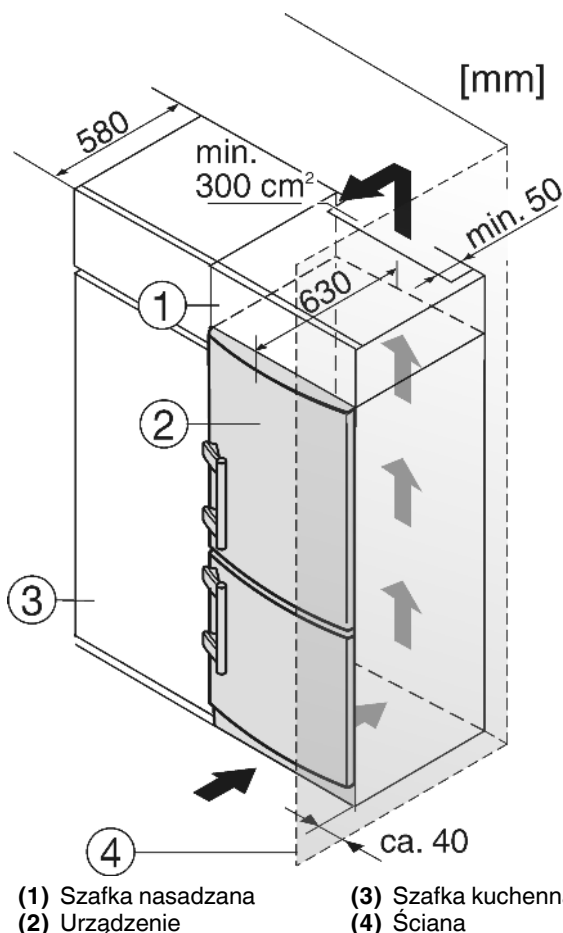

Fig. 13
- (1) Szafka nasadzana
- (2) Urządzenie
- (3) Szafka kuchenna
- (4) Ściana
Urządzenie może zostać obudowane szafkami kuchennymi. Aby dopasować urządzenie *Fig. 13 (2)* do wysokości ciągu szafek kuchennych, można nad urządzeniem umieścić odpowiednią szafkę nasadzaną *Fig. 13 (1)*.
W przypadku obudowania standardowymi szafkami kuchennymi (głębokość maks. 580 mm) urządzenie można ustawić bezpośrednio obok szafki kuchennej *Fig. 13 (3)*. Drzwi urządzenia wystają z boku o 34 mm i na środku urządzenia o 50 mm w stosunku do frontu szafek kuchennych. Dzięki temu można je bez problemu otwierać i zamykać.
Jeżeli urządzenie będzie ustawiane z zawiasami do ściany *Fig. 13 (4)*, to pomiędzy urządzeniem i ścianą należy zachować minimalny odstęp, wynoszący 40 mm. Na taką odległość wystaje klamka przy otwartych drzwiach.